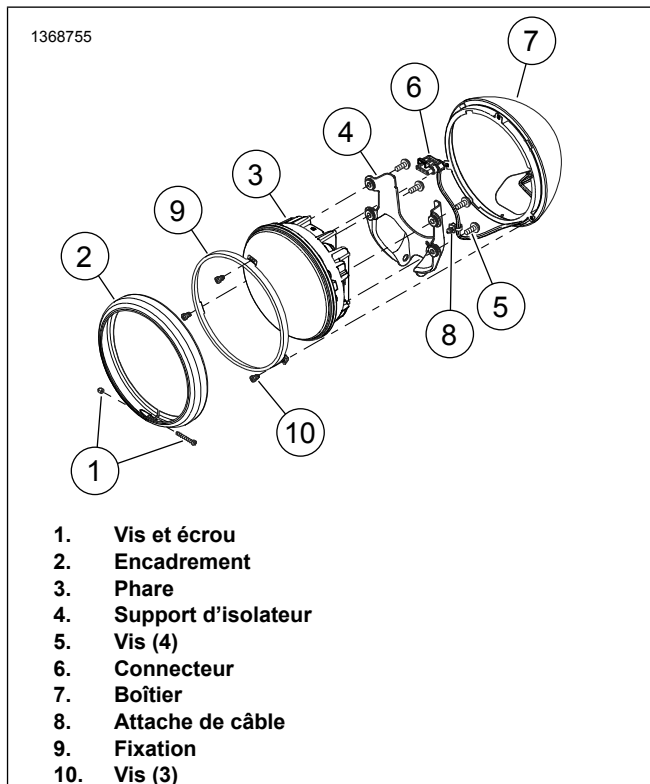

Figure 6. Phare rond
2. Voir la Figure 6. Retirer le phare (3). Consultez le manuel d'entretien.
- Voir la Figure 6. Serrer les vis (5) à 102-126 lb po (11,5-14,2 Nm).
1. Voir la Figure 6. Installer le phare (3). Consultez le manuel d'entretien.